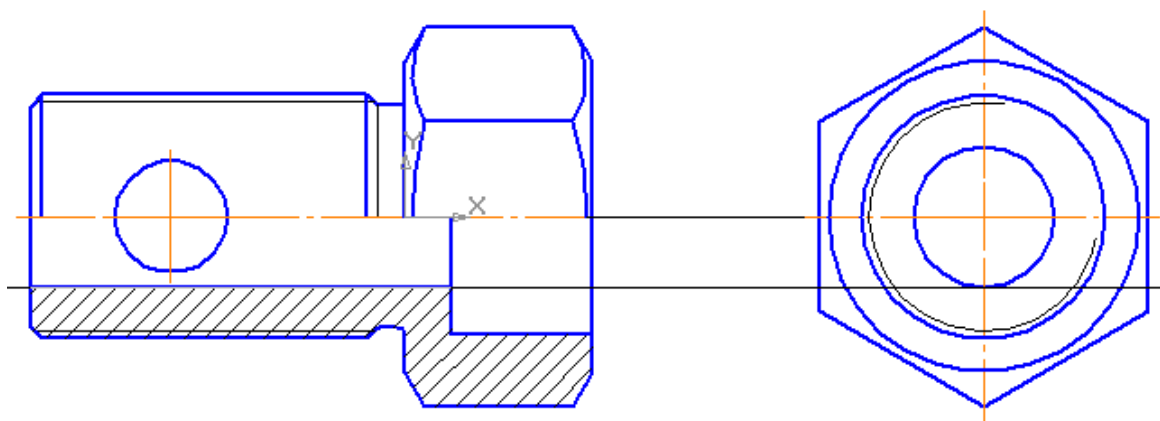
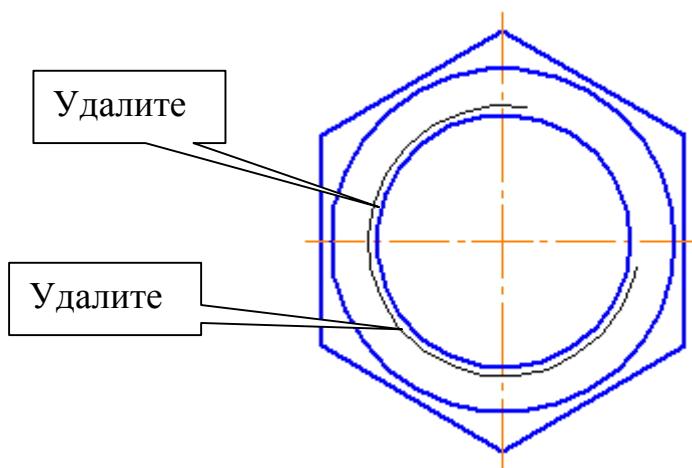

Рис. 11
Рис. 12
7. Выполните в проекционной связи вид слева, рис. 11. Для построения шестиугольника и окружности в *Конструкторской библиотеке* снова в разделе *Гайки – Гайки шестигранные – Гайки уменьшенные* укажите гайку ГОСТ 10608-72, установите диаметр «52» и мелкий шаг «3», вид сверху, с осями, рис. 6. Выделите построенный макроэлемент и из контекстного меню выберите команду *Разрушить. Удалите изображение резьбы в отверстии*, рис. 12. Для изображения резьбы на стержне воспользуйтесь *Прикладной библиотекой КОМПАС*. В разделе *Резьбовые отверстия* выберите *Наружную резьбу* и проставьте необходимые параметры резьбы (М52, шаг «3»). Изобразите окружность Ø30.